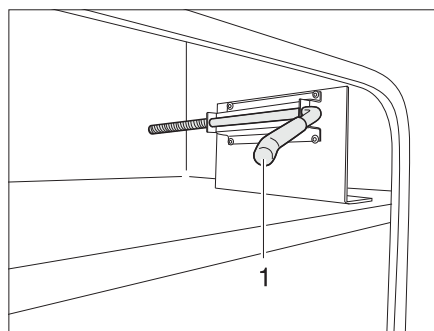

Fig. 52 Gancio di fermo sportello esterno, posizione iniziale
- Con l'altra mano estrarre il gancio di fermo (Fig. 52,1).
- Riportare il gancio di fermo con precauzione in posizione iniziale (Fig. 52,1).